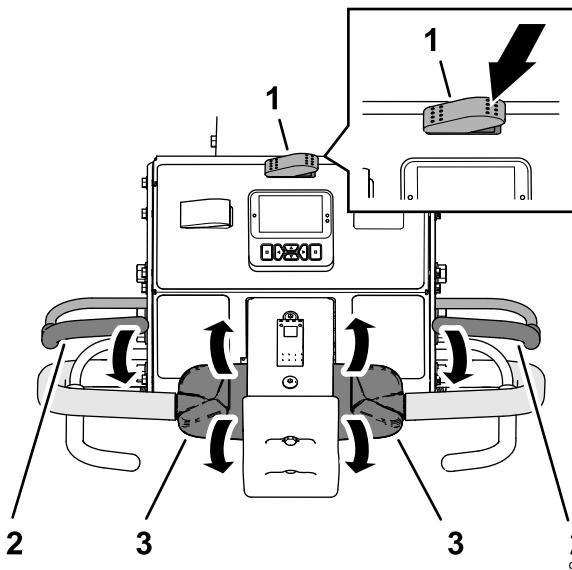

Figura 80
- Pulse el lado derecho del interruptor de transporte/aireación hasta la posición de AIREACIÓN (Figura 80).
- Agarre el manillar izquierdo o derecho y la barra de presencia del operador (Figura 80) y apriete la barra hacia el manillar.